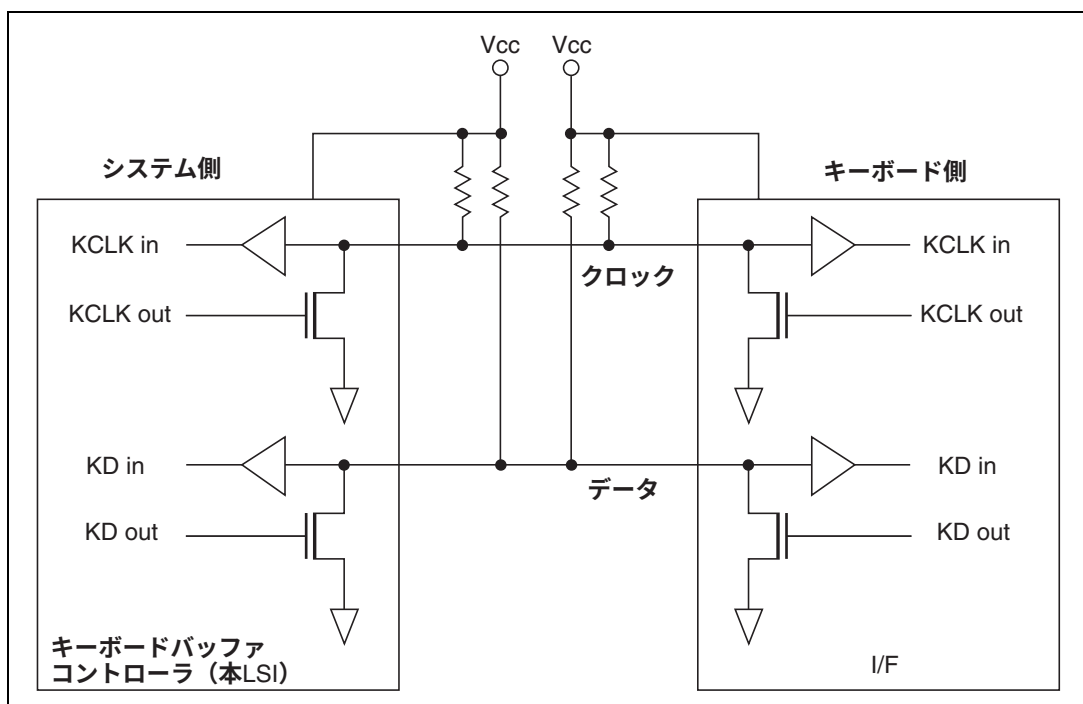

図 17.1 キーボードバッファコントローラ接続方法
キーボードバッファコントローラを用いたデータ転送は、データライン (KD) 1 本、クロックライン (KCLK) 1 本で構成され、コネクタやプリント基盤の面積などを経済的に使用できます。図 17.1 にキーボードバッファコントローラ接続方法を示します。